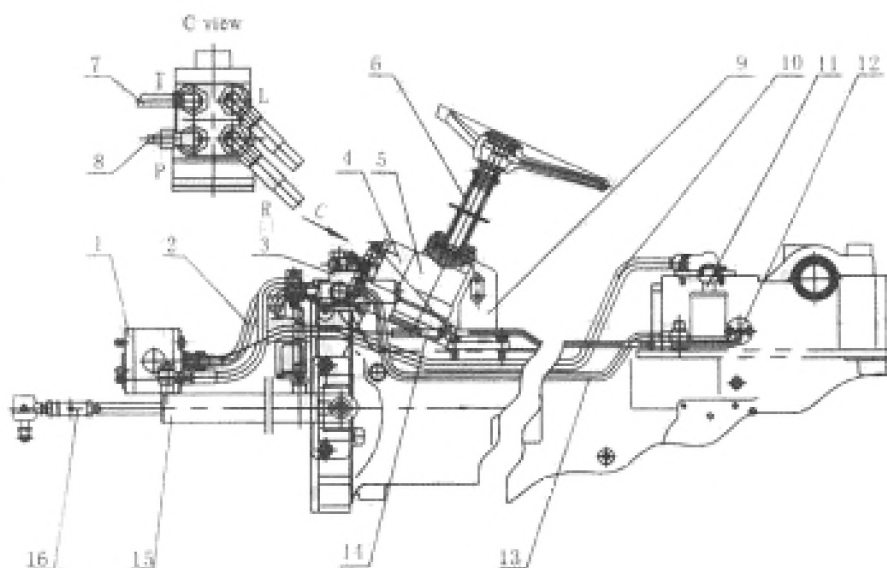

Рисунок 5-3. Гидравлическая рулевая система.
1. Структура (смотрите рисунок 5-3).
При регулировке развала схождения передних колес следует отрегулировать длину штока поршня цилиндра в соответствии с длиной поперечной рулевой тяги. Поверните регулировочный шток (16) (смотрите рисунок 5-3) в передней части цилиндра, чтобы повернуть передние колеса в крайнее положение влево и вправо. Когда передние колеса находятся в крайних положениях, должен быть зазор между штоком поршня и внутренней стенкой цилиндра. Затяните стопорную гайку после регулировки.